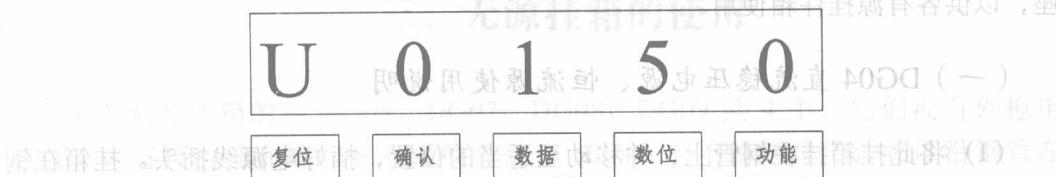

图 2
以电压表 (U) 为例，图 2 所示为电压表的初始测量状态：